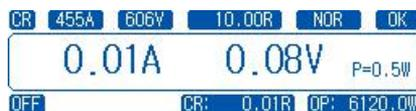

图 3-9 恒阻模式工作界面
1) 按下 **CR** 模式按键，按键指示灯变亮，进入恒阻模式工作界面，如图 3-9 所示。